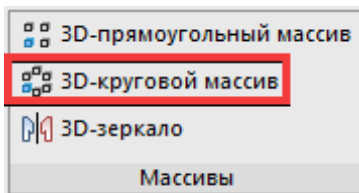

Рис. 28. Вызов команды *3D Круговой массив*
- 8.3. Активируйте команду *3D Круговой массив* (рис. 28).